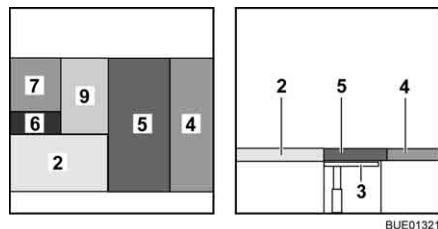

Fig. 147 Después de la transformación
- Desplegar el cojín adicional (Fig. 147,9) y colocarlo en la mesa.
- Colocar el cojín del asiento (Fig. 147,5) en el centro.
- Colocar el cojín del respaldo (Fig. 147,4) entre el cojín del asiento y la pared.